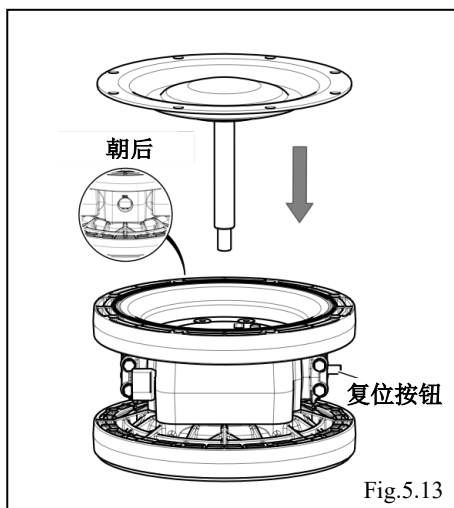

Fig.5.13
- 在中心连杆及通道轴承内侧涂抹润滑剂，然后将中心连杆插入本体内。（Fig.5.13）